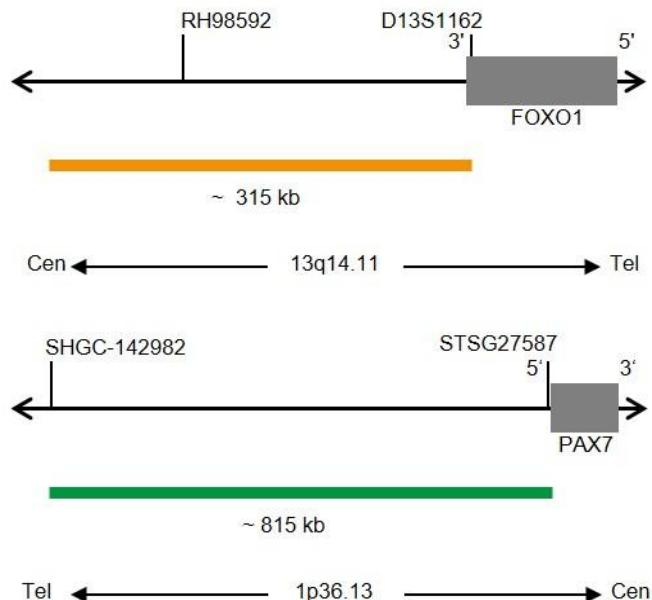

Fig. 1: Cima: SPEC FOXO1 Mapa da sonda; Baixo: SPEC PAX7 Mapa da sonda (sem escala)
- Polinucleótidos (~4.5 ng/μl) com marcação ZyOrange (excitação 547 nm/emissão 572 nm), dirigidos ao mapeamento de sequências alvo em 13q14.11* (chr13:40,816,168-41,132,595) proximais ao ponto de quebra do gene FOXO1 (ver Fig. 1).
- Polinucleótidos (~10 ng/μl) com marcação ZyGreen (excitação 503 nm/emissão 528 nm), dirigidos ao mapeamento de sequências alvo em 1p36.13* (chr1:18,139,970-18,956,785) distais ao ponto de quebra do gene PAX7 (ver Fig. 1).